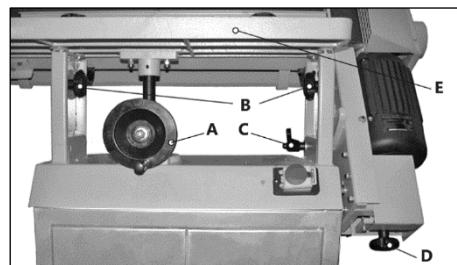
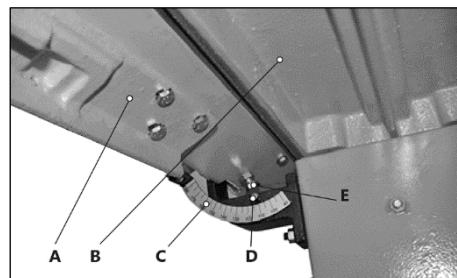

Рисунок 9.
Рисунок 10.
Установите ручку (D) (рис. 9) для наклона блока шлифовальной ленты.
Ослабьте положение двух рукояток фиксации (B) (рис. 9). Вращая маховик (A) установите основной рабочий стол (E) в необходимое по высоте положение. Зафиксируйте положение двумя рукоятками (B).
Для регулировки угла наклона блока шлифовальной ленты, ослабьте положение ручки фиксации (C) (рис. 9). Ручка имеет отжимной механизм: её необходимо оттянуть, а затем переставить в удобное положение.
Контроль угла наклона блока (A) шлифовальной ленты производиться по шкале (C) (рис. 10) и указателю (D).
Ослабьте положение ручки фиксации (C) (рис. 9). При помощи рукоятки (D) установите положение шлифовальной ленты перпендикулярно рабочему столу (E). Положение закрепите ручкой фиксации (C). Выполните пробное шлифование, произведите инструментальное измерение угла 90 градусов, при необходимости откорректируйте положение болта-ограничителя (E) (рис. 10).